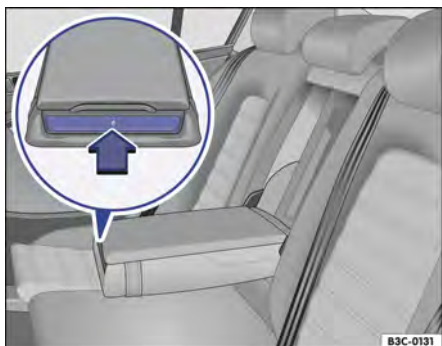

Fig. 170 No descansa-braço central traseiro: estender o porta-copos.
- Pressionar a parte dianteira do console central → Fig. 170 no sentido da seta. O porta-copos se estende.